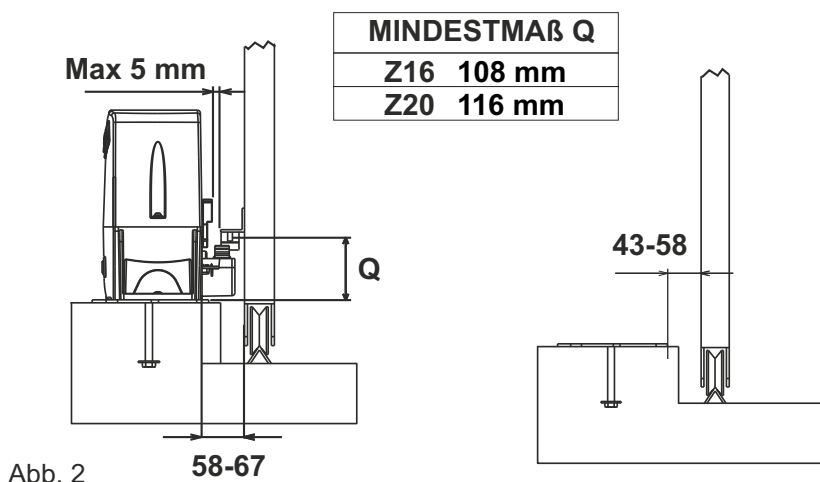
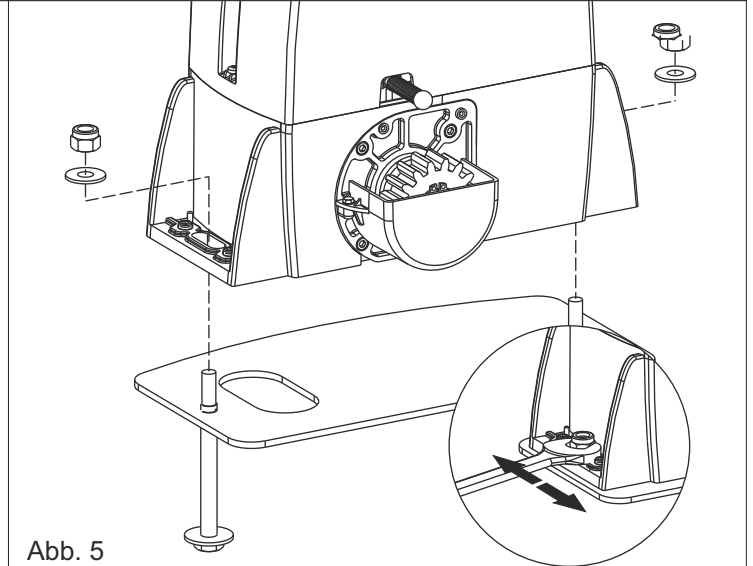

Abb. 2
Abb. 5
2.3. Vor dem Einbetonieren der Platte sicherstellen, dass sie genau horizontal positioniert und der Abstand von 58-67 mm (Abb. 2) eingehalten wurde.
4.2. Den Antrieb mit Hilfe der 2 mitgelieferten Bolzen an der Grundplatte befestigen und dabei die seitliche Position (Abb. 5) nach den in Abb. 2 angegebenen Maßen regulieren